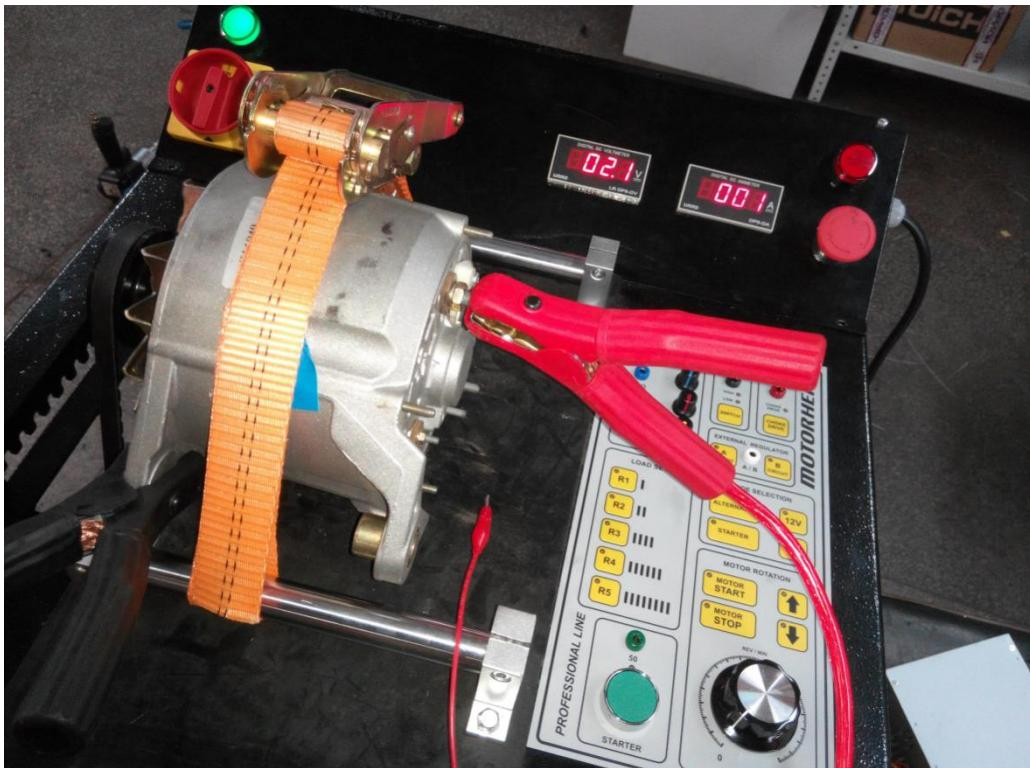

Рисунок 6
- установите генератор на рабочий стол стенда (при необходимости для корректной установки и натяжения ремня подложите под корпус генератора резиновую прокладку (в комплекте поставки, 2шт.)). Шкив контролируемого генератора должен располагаться в одной плоскости со шкивом электропривода (устанавливается глазомером). С помощью храпового механизма зафиксируйте корпус генератора ремнем (рисунок 6).